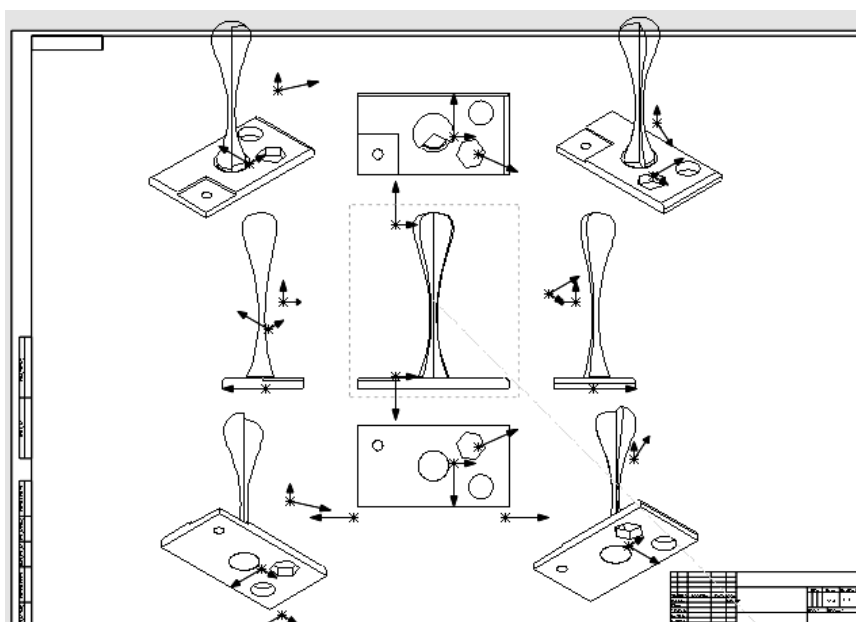

Рисунок 40 – Добавление возможных проекционных видов объекта на лист
– в правой части монитора программа предложит выбрать базовый вид объекта, который в дальнейшем будет служить видом спереди объекта на чертеже. Курсор мыши наводим на него (например, на вид снизу) зажатием левой клавиши и передвижением мыши перетаскиваем вид на центр листа. Далее после повторного нажатия левой клавиши мыши наводим курсор на базовый вид и перемещениями мыши в четыре стороны и по диагоналям «вытаскиваем» из него остальные виды, в том числе объемные (рисунок 40);